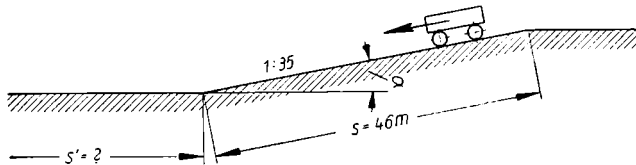

Bild 30
37. Das Ablaufgleis eines Verschiebebahnhofs hat ein Gefälle 1 : 35 (Bild 30). a) Mit welcher Beschleunigung läuft ein 10 Mp schwerer Wagen abwärts, wenn die Fahrwiderstandsziffer der gesamten Reibung 0,004 ist (d. h. der Fahrwiderstand gleich dem 0,004fachen Wagengewichte, also 4 kp für 1 Mp Wagengewicht)? b) Mit welcher Endgeschwindigkeit verläßt der Wagen die 46 m lange Ablaufstrecke, wenn die Anfangsgeschwindigkeit 0 ist? c) Wieviel Zeit gebraucht der Wagen zum Durchlaufen der Ablaufstrecke? d) Welchen Weg legt er auf dem anschließenden waagerechten Gleise auslaufend noch zurück? e) Welche Werte ergeben sich für einen 20 Mp schweren Wagen?